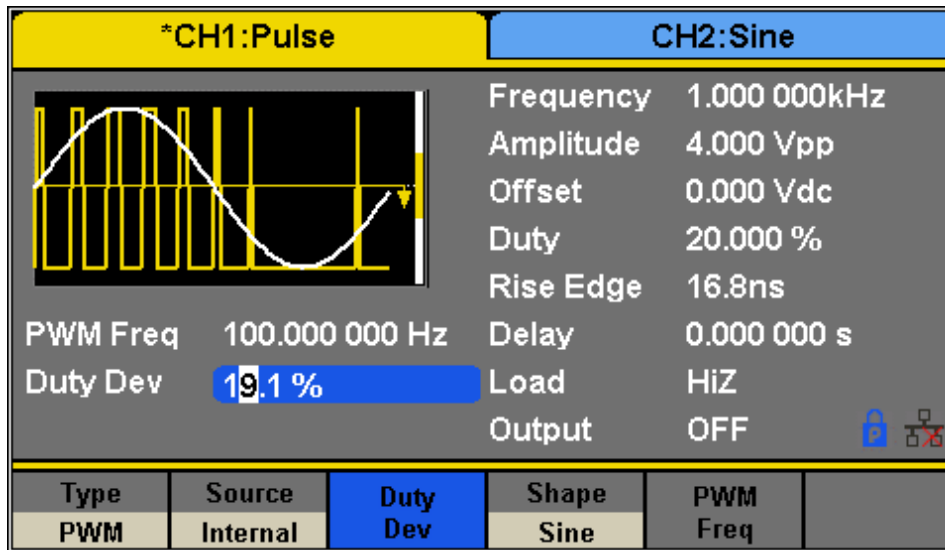

图 37-工作偏差设置界面
- 占空比偏差表示调制波形占空比相对于原始占空比的变化 (%)。按 **Duty Dev** 高亮显示参数，并使用数字键盘或旋钮输入所需值，如图 37 所示。